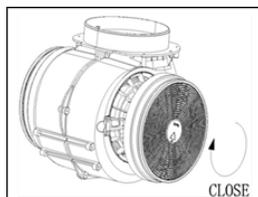

рис. 6.3
3. Снимите угольный фильтр, который находится внутри вытяжки на корпусе двигателя, вращая его против часовой стрелки. Установите новый фильтр на корпусе двигателя и поверните его по часовой стрелке для фиксации (рис. 6.3).